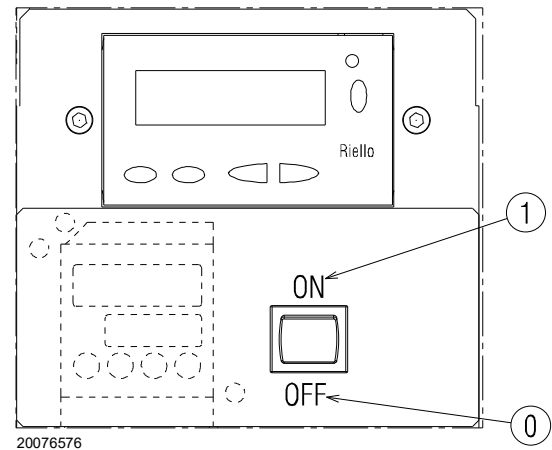

Fig. 30
Chiudere i termostati/pressostati e mettere l'interruttore di Fig. 30 in posizione "1/ON".
- mettere l'interruttore di Fig. 30 in posizione "0/OFF" ed attendere che il controllo fiamma esegua la fase di spegnimento;